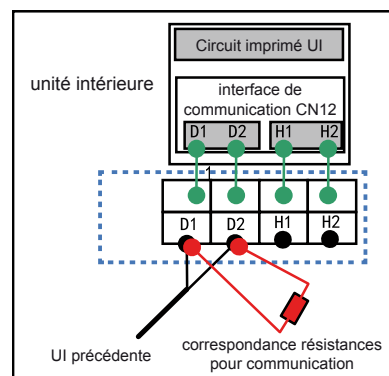

Fig 5.3.2
- (4) Fixer le câble de communication à l'aide de la bride du boîtier électrique.
- (5) Afin de garantir la fiabilité de communication entre l'UI et l'UE et la communication entre chaque UI, ajouter une résistance correspondante (fournie avec l'équipement d'usine) sur le tableau de câblage de la dernière unité intérieure dans une connexion de série. Les résistances correspondantes doivent être connectées en parallèle entre la vis de borne D1 et D2, comme indiqué sur la Fig 5.3.2.